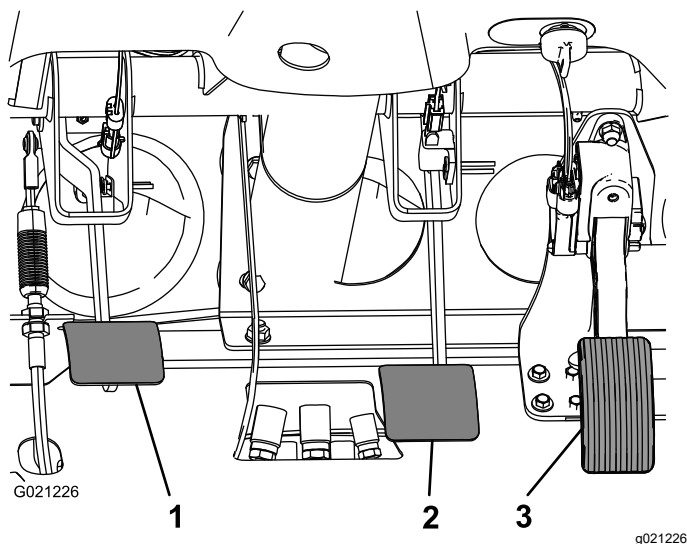

Figura 66
2. Tire hacia arriba del pedal de freno (Figura 66) hasta que entre en contacto con el bastidor.
3. Afloje las contratueras que fijan la horquilla al eje del cilindro maestro (Figura 66).